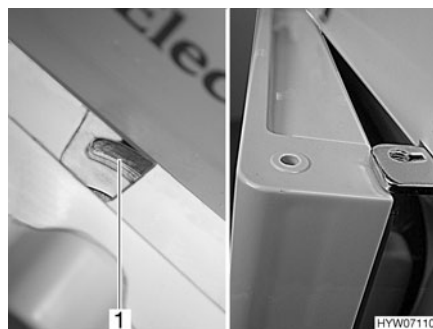

Fig. 150 Porte du réfrigérateur en position de ventilation (Dometic Série 7)
- Pousser le dispositif de verrouillage complètement vers la droite. La porte du réfrigérateur est fixée à l'aide de l'arrêtoir de porte (Fig. 150,1). La porte du réfrigérateur reste ainsi légèrement ouverte (Fig. 150).